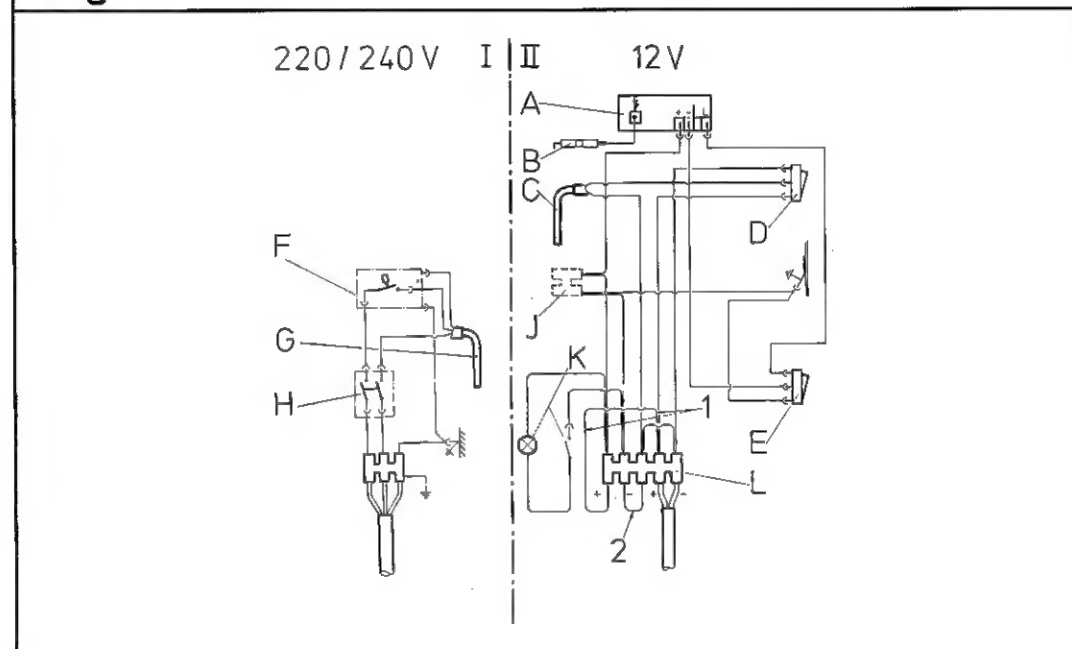

Fig. 6
Für das Modell **RM 2250** gilt der Schaltplan, Fig. 6 und für Modell **RM 2251** Fig. 8.
Fig. 6 zeigt den elektrischen Schaltplan des Gerätes im Lieferzustand. Die 12 V Versorgung tritt bei (L) ein. Der elektronische Zünder (A) wird über zwei Brücken (1) und (2) an der Lüsterklemme (L) versorgt, sowie auch, wenn vorhanden, die Innenbeleuchtung (K).
In einigen Modellen ist eine separate Lüsterklemme vorhanden (J) in Fig. 6. Wenn dies der Fall ist, entfernt man, wie vorher, die Brücken (1) und (2), schließt aber die separate Versorgung bei (J) an.